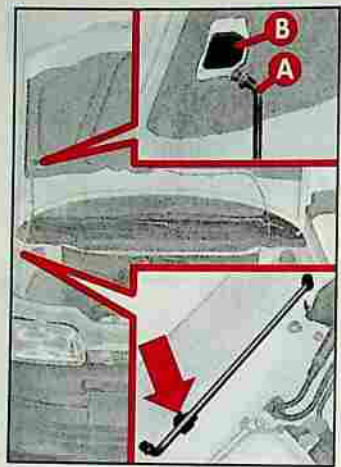

fig. 75
3) Soulever le capot et dégager en même temps la béquille de maintien **A**-fig. 75 de son dispositif de blocage.
1) D'une main, maintenir le capot soulevé et, de l'autre, enlever la béquille **A**-fig. 75 du logement **B**, puis la remettre dans son dispositif de blocage.